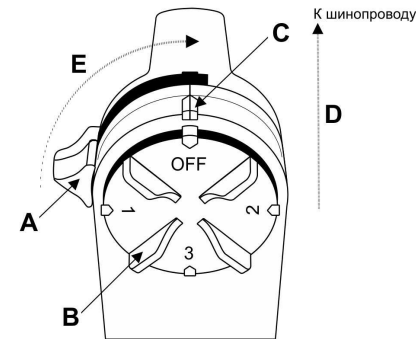

Рис.1. Схема установки адаптера светильника в шинопровод
- 5.1.2. Убедитесь, что фиксирующий рычаг "А" адаптера светильника находится в исходном положении: повернут до упора в сторону, в положение, перпендикулярное оси адаптера (Рис.1). В этом случае, стопорящий зажим уходит внутрь корпуса адаптера и верхняя часть адаптера легко проходит в паз шинопровода.